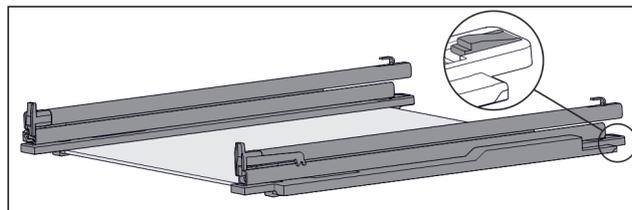

Fig. 95 Placa de vidrio con guías y piezas de sujeción
- ▶ Presione hacia abajo la pieza de sujeción por detrás (consulte Fig. 95) y, simultáneamente, deslice la guía hacia atrás.